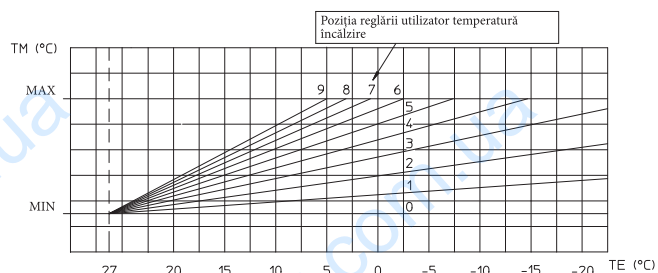

Fig. 1-8
Această sondă e racordabilă direct la instalația electrică a centralei și permite diminuarea automată a temperaturii maxime de tur în instalație în momentul creșterii temperaturii externe astfel încât să regleze căldura furnizată instalației în funcție de variația temperaturii externe. Sonda externă acționează întotdeauna când este legată indiferent de prezența sau de tipul de cronotermostat ambient utilizat. Corelarea între temperatura de tur la instalație și temperatura externă este determinată de poziția selectorului de pe tabloul de bord al centralei conform curbelor reprezentate în diagramă (Fig. 1-8). Racordul electric al sondei externe trebuie să se facă la bornele 38 și 39 pe fișa electronică a centralei (Fig. 3-2).
• **Funcționare cu sondă externă opțional (🌡).** În caz de instalație cu sonda externă opțional temperatura de tur a centralei pentru încălzire ambient este controlată de sonda externă în funcție de temperatura externă măsurată. (Parag. 1.6). Se poate modifica temperatura de tur alegând curba de funcționare cu butoanele (5 și 6) selectând o valoare cuprinsă între "0 și 9" (Fig. 1-8).